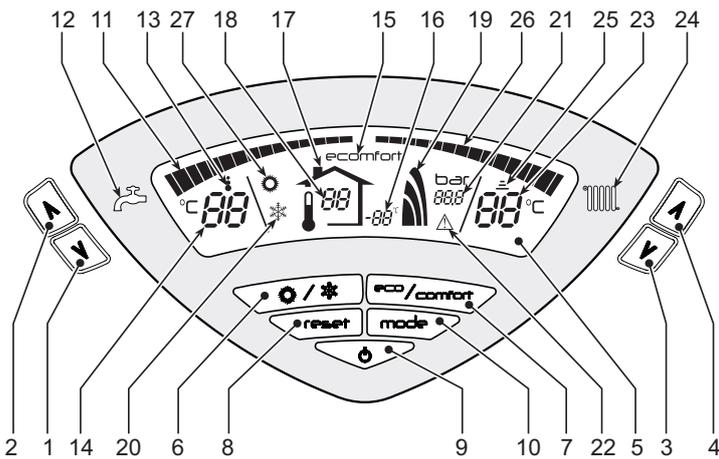
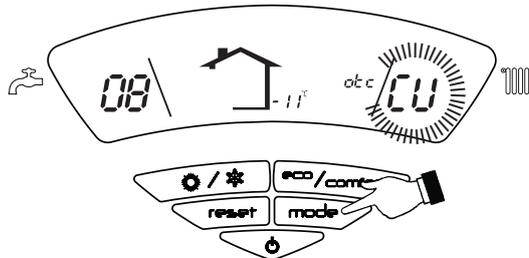

fig. 1 - Pannello di controllo
fig. 11 - Curva di compensazione
La richiesta riscaldamento (generata da Termostato Ambiente o Cronocomando Remoto) è indicata dal lampeggio del simbolo **Funzionamento Riscaldamento** (part. 25 - fig. 1).
Le tacche di graduazione riscaldamento (part. 26 - fig. 1), si accendono man mano che la temperatura del sensore riscaldamento raggiunge il valore impostato.
La richiesta sanitario (generata dal prelievo d'acqua calda sanitaria) è indicata dal lampeggio del simbolo **Funzionamento Sanitario** (part. 13 - fig. 1). Accertarsi che sia attiva la funzione Comfort (part. 15 - fig. 1).
Le tacche di graduazione sanitario (part. 11 - fig. 1), si accendono man mano che la temperatura del sensore sanitario raggiunge il valore impostato.
Quando il riscaldamento del bollitore è attivo (impostazione di default), sul display è attivo il simbolo COMFORT (part. 15 - fig. 1), mentre quando è disinserito, sul display è attivo il simbolo ECO (part. 15 - fig. 1).
Il bollitore può essere disattivato dall'utente (modalità ECO) premendo il tasto eco/comfort (part. 7 - fig. 1). Per attivare la modalità COMFORT premere nuovamente il tasto eco/comfort (part. 7 - fig. 1).
Premere il tasto **on/off** (part. 9 - fig. 1) per 1 secondo.
Per riaccendere la caldaia, premere nuovamente il tasto **on/off** (part. 9 fig. 1) per 1 secondo.
- Premere il tasto ON/OFF (9 - fig. 1)
Premere il tasto **estate/inverno** (part. 6 - fig. 1) per 1 secondo.
Il display attiva il simbolo Estate (part. 27 - fig. 1): la caldaia erogherà solo acqua sanitaria. Rimane attivo il sistema antigelo.
Per disattivare la modalità Estate, premere nuovamente il tasto **estate/inverno** (part. 6 - fig. 1) per 1 secondo.
Agire sui **tasti riscaldamento** (part. 3 e 4 - fig. 1) per variare la temperatura da un minimo di 30 °C ad un massimo di 80°C.
Agire sui **tasti sanitario** (part. 1 e 2 - fig. 1) per variare la temperatura da un minimo di 10°C ad un massimo di 65°C.
Quando viene installata la sonda esterna (opzionale) sul display del pannello comandi (part. 5 - fig. 1) è visualizzata l'attuale temperatura esterna rilevata dalla sonda esterna stessa. Il sistema di regolazione caldaia lavora con "Temperatura Scorrevole". In questa modalità, la temperatura dell'impianto di riscaldamento viene regolata a seconda delle condizioni climatiche esterne, in modo da garantire un elevato comfort e risparmio energetico durante tutto il periodo dell'anno. In particolare, all'aumentare della temperatura esterna viene diminuita la temperatura di mandata impianto, a seconda di una determinata "curva di compensazione".
Con regolazione a Temperatura Scorrevole, la temperatura impostata attraverso i **tasti riscaldamento** (part. 3 e 4 - fig. 1) diviene la massima temperatura di mandata impianto. Si consiglia di impostare al valore massimo per permettere al sistema di regolare in tutto il campo utile di funzionamento.
Premendo una volta il tasto **mode** (part. 10 - fig. 1) viene visualizzata l'attuale curva di compensazione (fig. 11) ed è possibile modificarla con i **tasti sanitario** (part. 1 e 2 - fig. 1).